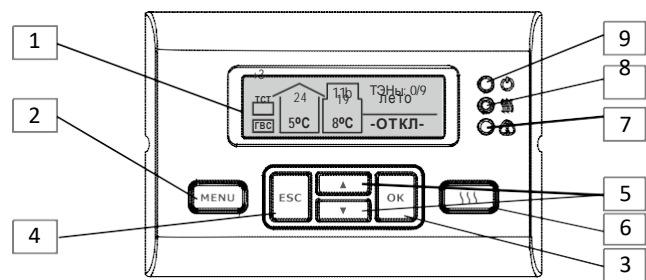
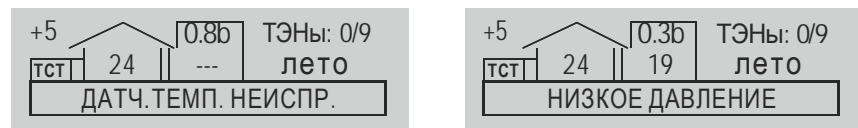

Рисунок 5
Рисунок 23
4.6 На рис. 5 отражены основные элементы блока управления:
В этих случаях будет произведено обесточивание ТЭНов с помощью контактора, замкнутся контакты зажима подключения приёмника сигнала об отказе (например интеллектуального термостата GSM-Climate ZONT-1H или WiFi-Climate ZONT-2H) XT7 (см. рис. 4), включится индикатор отказа (8) рис. 5 и появится текстовое сообщение о характере несоответствия. Пример см. рис. 23. После устранения причины несоответствия прибор вернется к предыдущему режиму работы с сохранением настроек и параметров.
воздуха, датчика комнатной температуры или их обоих исключит появление значений температур в режиме главного окна (поз. 4 и 5 на рис. 5) и приведет к переходу на